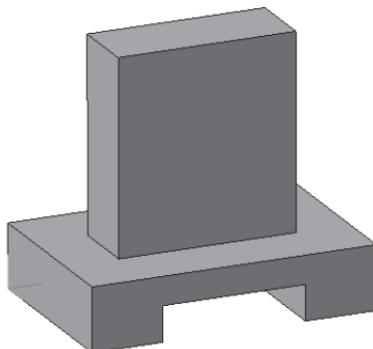

Рис. 188
- – создайте объект (рис. 188);